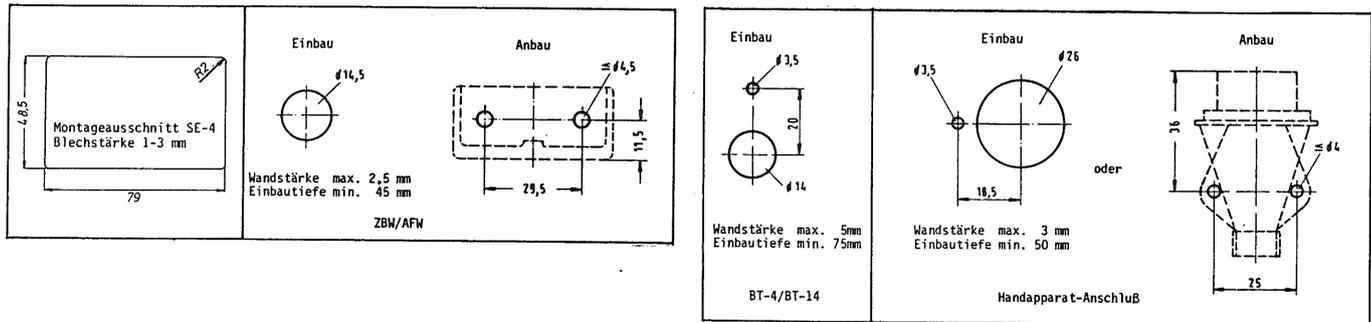

Bild 4-6
- * Lage der Bedienelemente festlegen. Darauf achten, daß genügend Einbautiefe vorhanden ist und der Stecker des Handapparate-Anschlusses eingesteckt werden kann. (Abmessungen s. Bild 4-6)